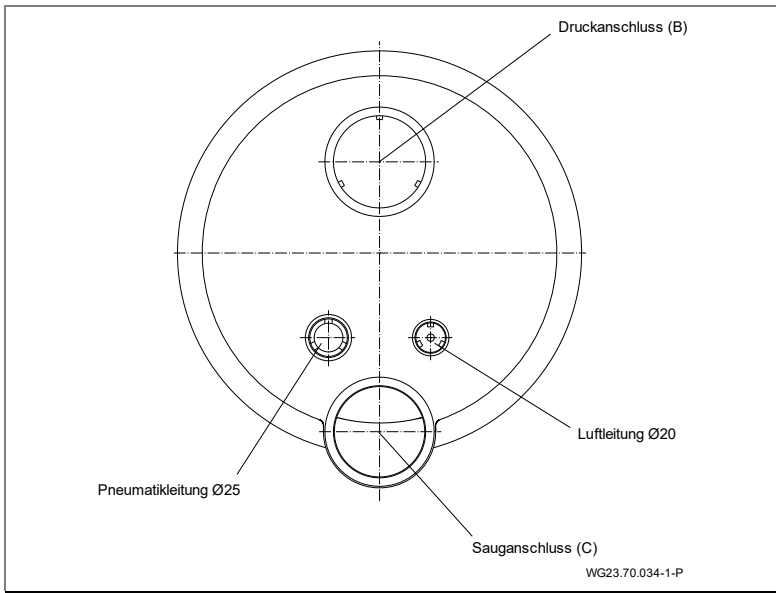
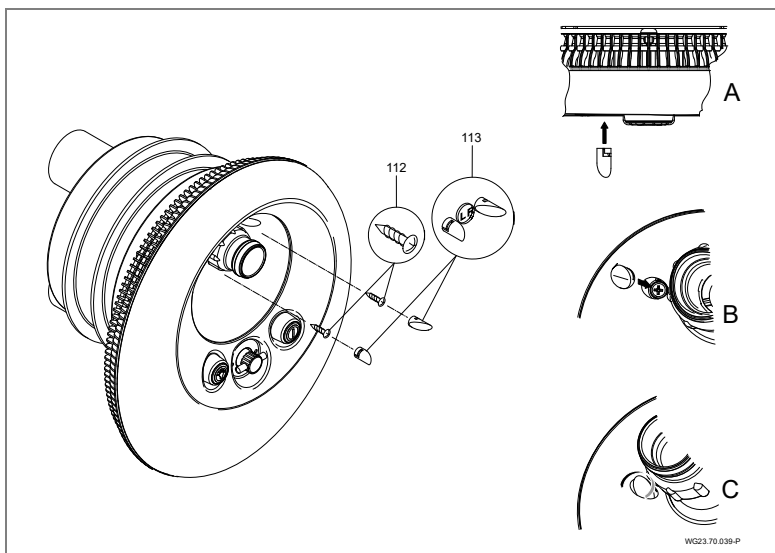

Abb. 16
Abb. 21
1. Einkleben des Kabelschuttschlauches und des Luftleitungsschlauches. (Abb. 16)
10. Die Zierkappen wie in Abb. 16 A–C in der Lichtabdeckung (110) befestigen. Richtige Zierkappen für links (L) und rechts (R) verwenden. (Abb. 21)
1. Kabelverschraubung (20) lösen.
4. Abdeckung (113) entriegeln. Siehe "Abb. 21" auf Seite 35.
5. Schraube (112) lösen und Lichtabdeckung (110) entfernen.
6. Schrauben (49) lösen und Edelstahlblende (93) entfernen.
7. Schrauben (95) lösen und Ansauggehäuse (107) entfernen.
8. Schrauben (52) lösen, Spannring (28) und Spannringdichtung (27) abnehmen.